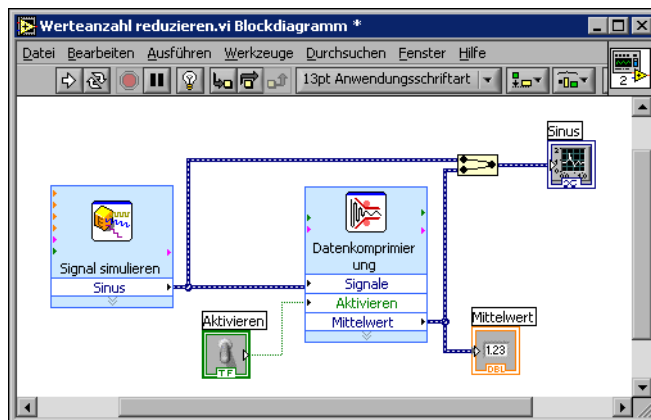

Abbildung 3-2. Das Blockdiagramm des VIs “Werteanzahl reduzieren”
6. Ordnen Sie die Objekte im Blockdiagramm ungefähr der Abbildung 3-2 entsprechend an.